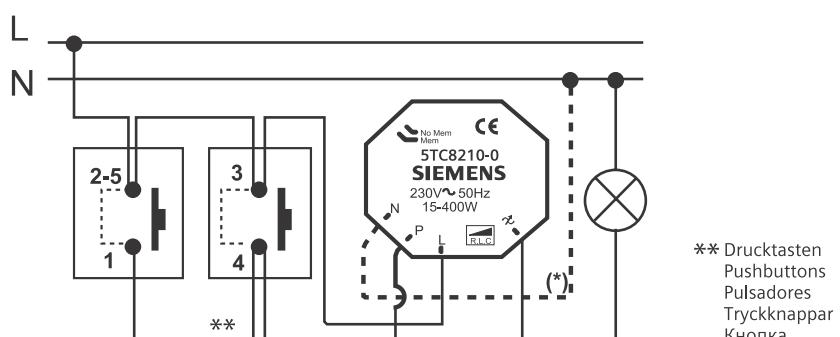

FIG. 2
DE	<p>Beschreibung</p> <p>Kompakter Dimmer für die Einbaumontage (Unterputz). Geeignet für Phasenanschnitt- oder Phasenabschnittsteuerung. Automatische Erkennung der Lastarten. Geschützt gegen Kurzschluss, Überlast und Überhitzung. Verwend- und steuerbar mit handelsüblichen UP-Tastern. Geeignet für R-, L- und C-Lasten. Beispiele: - Glühlampen und 230V Halogenlampen.</p> <ul style="list-style-type: none"> - Konventionelle Transformatoren mit Eisenkern für NV-Halogenlampen. - Elektronische Transformatoren für NV-Halogenlampen. <p>Zwei Funktionsmodi (mit oder ohne Memory-Funktion).</p> <p>Installation</p> <ol style="list-style-type: none"> 1 - Stellen Sie sicher dass der Dimmer / die Installation spannungsfrei ist und prüfen sie die Spannungsfreiheit. 2 - Installieren Sie den Dimmer entsprechend dem Anschlussbild: Fig.1. (*) Notwendig bei Anschluss von Lasten mit hoher Induktivität. 3 - Schalten Sie den Strom wieder ein. 4 - Die angeschlossenen Lampen flackern kurz (dies zeigt dass der <p>Dimmer die automatische Lasterkennung durchgeführt hat).</p> <p>5 - Der Dimmer ist betriebsbereit. Abbildung 2 zeigt ein Beispiel für den Ersatz eines Installationsschalters.</p> <p>Betrieb / funktionsweise</p> <p>Durch einen kurzen Tastendruck schalten Sie die Beleuchtung ein bzw. aus.</p> <ul style="list-style-type: none"> - Einschalten im Modus "No Mem" = Es wird mit der maximalen Helligkeit eingeschaltet. - Einschalten im modus "Mem" = Es wird mit der Helligkeit vor dem letzten Ausschalten eingeschaltet. <p>Durch einen langen Tastendruck wird die Beleuchtung gedimmt.</p> <p>Hinweise: Verlustleistungen von Transformatoren müssen bei der Berechnung der max. Lasten berücksichtig werden: - Bei elektronischen Trafos ~2% Trafoverluste berücksichtigen. - Bei konventionellen Trafos ~20% Trafoverluste berücksichtigen.</p>
EN	<p>Description</p> <p>Small size dimmer, only 12mm thickness, to be installed into standard mechanism (behind the pushbutton) or junction box. For leading or trailing edge loads. Automatic load type detection. Protected against overloads and shortcircuits. Built-in heat protection which will switch-off the lamps in the event of overheating and also safety heat protection. Valid for R, L & C loads:</p> <ul style="list-style-type: none"> - Incandescent & 230V Halogen lamps. - LV Halogen lamps with Ferromagnetic transformer. - LV Halogen lamps with Electronic transformer (L or C). <p>Controlled by pushbutton. With or without memory.</p> <p>Installation</p> <ol style="list-style-type: none"> 1 - Switch the power supply off. 2 - Install the dimmer according to the wiring diagram from the Fig.1. (*) The third wire (N) is optional. It is necessary with very inductive loads (thoroidal coils). 3 - Make sure the load is connected and switch the power supply on. 4 - The lamps flicker. It indicates that the dimmer has done the automatic load type detection. 5 - In this moment the dimmer is operational. <p>Example Fig. 2: replacement of a two way switches installation by a new one with dimmer and pushbuttons.</p> <p>Operation</p> <p>Press shortly the pushbutton to switch the lamps on at its maximum level (NO MEM) or at the dimming level fixed before switching it off the last time (MEM).</p> <p>Press continually the pushbutton to dim the lamps. In order to change the dimming direction (increasing or decreasing) release the pushbutton and press it again.</p> <p>Press shortly the pushbutton to switch the lamps off.</p> <p>Note: at the moment of calculating the maximum load capacity with LV halogen lamps it is necessary to take into account the power consumption of the transformers. It could be possible to install:</p> <ul style="list-style-type: none"> - 7 halogen lamps of 50W with electronic transformer with a 2% of consumption. - 5 halogen lamps of 50W with ferromagnetic transformer with a 20% of consumption.
ES	<p>Descripción</p> <p>Dimmer de pequeño tamaño, solo 12 mm de grosor, para ser instalado en cajetines universales (detrás de los pulsadores) o en la caja de conexiones. Para cargas regulables por corte ascendente o descendente de fase. Detección automática del tipo de carga. Protegido contra sobrecargas y cortocircuitos. Protección de sobrecalentamiento integrada, la cual desconectará las lámparas en caso de sobrecalentamiento. Valido para cargas R, L y C.</p> <ul style="list-style-type: none"> - Incandescencia & Lámparas halógenas 230V. - Lámparas halógenas con transformador ferromagnético. - Lámparas halógenas con transformador electrónico (L o C). <p>Controlado con pulsador. Con o sin memoria.</p> <p>Instalación</p> <ol style="list-style-type: none"> 1 - Desconecte la alimentación. 2 - Instale el dimmer siguiendo el esquema de cableado de la figura 1. (*) El tercer cable (N) es opcional. Es necesario para cargas muy inductivas (bobinas toroidales). 3 - Asegúrese que la carga está conectada y conecte la alimentación. 4 - La lámpara parpadea. Esto indica que el dimmer ha hecho la <p>detección automática de tipo de carga.</p> <p>5 - A partir de ese momento el dimmer es operativo. Ejemplo Fig. 2: sustitución de una instalación con commutadores por otra con el dimmer y pulsadores.</p> <p>Operativa</p> <p>Haga una pulsación corta en el pulsador para encender la lámpara al nivel máximo (NO MEM) o al nivel fijado antes de apagarla la ultima vez (MEM).</p> <p>Pulse de forma continua el pulsador para regular la lámpara. Si desea cambiar el sentido de la regulación (incrementar o decrementar) suelte el pulsador y vuelva pulsar mantenido otra vez. Haga una pulsación corta sobre el pulsador cuando la lámpara este encendida para apagar la lámpara.</p> <p>Nota: en el momento de calcular la carga máxima con lámparas halógenas es necesario tener en cuenta el consumo de los transformadores. Teniendo en cuenta esto podría instalarse por ejemplo:</p> <ul style="list-style-type: none"> - 7 lámparas halógenas de 50W con transformador electrónico con un consumo del 2%. - 5 lámparas halógenas de 50W con transformador ferromagnético con un consumo del 20%.